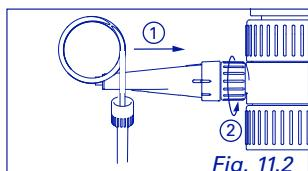

Fig. 11.2
② Install extension tubing (Fig. 11.2 and 12.2)
② Verlängerung montieren (Abb. 11.2 und 12.2)